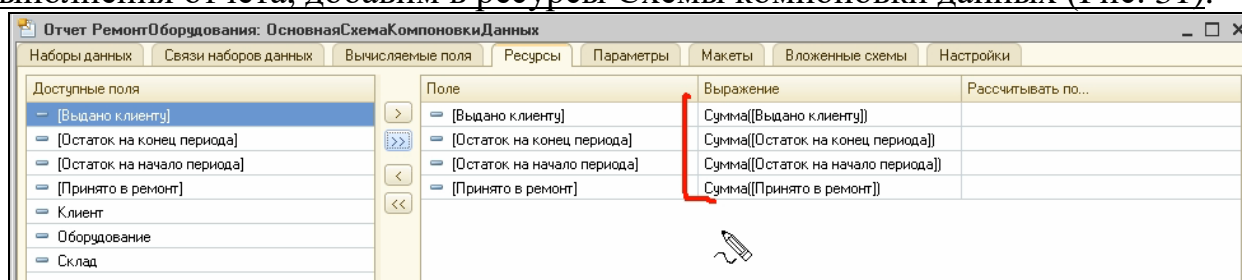

Рис. 31. Фрагмент схемы компоновки данных Отчета. Вкладка Ресурсы
10. Далее на Схеме компоновки данных Отчета переходим на закладку **Ресурсы**. Все поля, итоговые значения которых можно вычислить в результате выполнения отчета, добавим в ресурсы Схемы компоновки данных (Рис. 31).
Платформа для вычисления этих полей автоматически использует функцию **суммирования**, что необходимо для отчета (рис. 31).